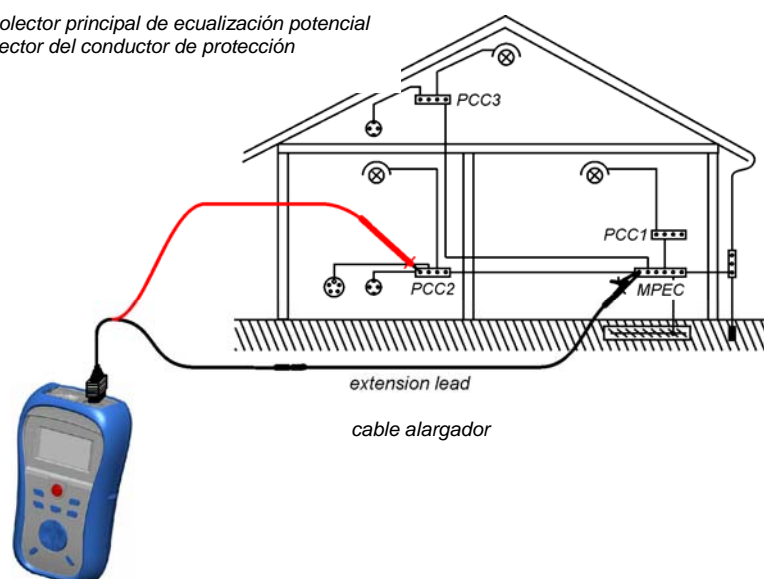

Figura 5.5: Conexión del cable de prueba universal junto con el cable alargador opcional
- ❑ **Conecte** los cables de prueba al cableado PE correspondiente (vea la *figura 5.5*).